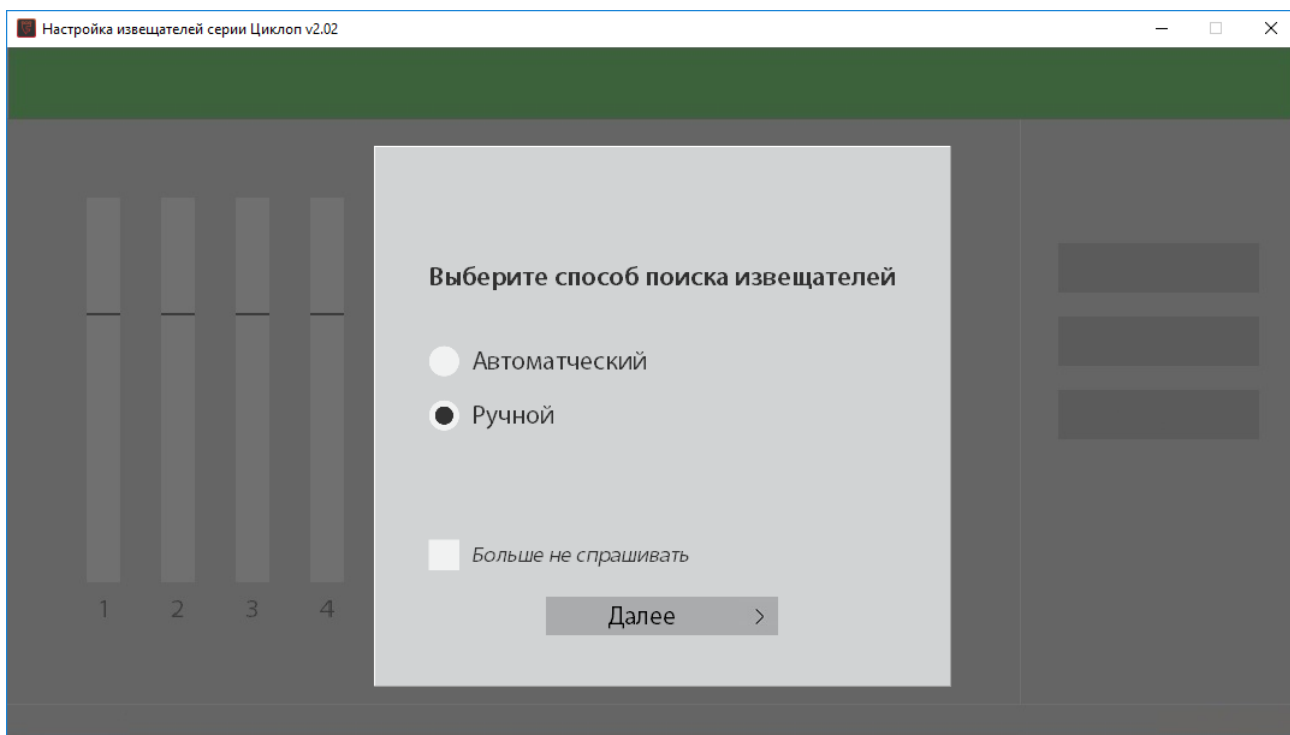

Рисунок 2.5
2.4.2.16 Кнопка «Поиск извещателей» служит для определения занятых/свободных логических номеров в том случае, если на этапе выбора способа поиска извещателей (рисунок 2.5) был выбран ручной способ. Если был выбран автоматический поиск, то занятые/свободные логические номера определяются автоматически.